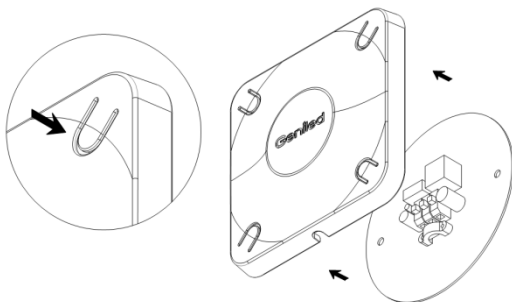

Рисунок 2 – Снятие рассеивателя светильника Geniled Public mini.
- 5.3.1. Снимите переднюю крышку (рассеиватель) светильника Geniled Public mini, для этого нажмите и аккуратно отведите в сторону четыре крепления рассеивателя (Рисунок 2).